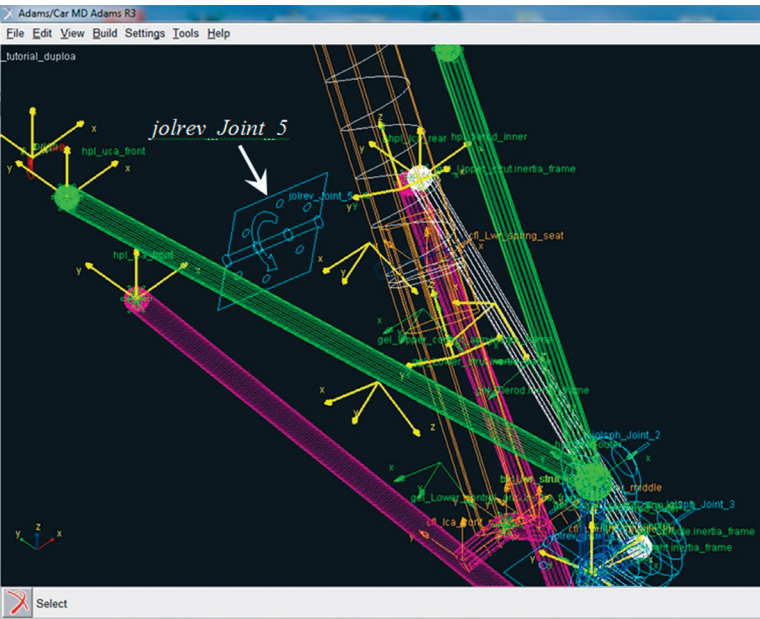

Figura 5.124 – Tela ilustrativa da Junta 5 construída.
- A Figura 5.124 destaca a junta criada.